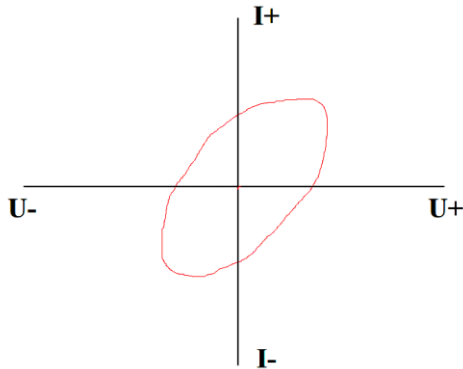

Рисунок 41. RC – цепочка на ВАХ.
- Размах плеч, их высота и точка перегиба зависят от параметров измеряемого компонента и параметров пробного сигнала. RC – цепочка на ВАХ (Рисунок 41):